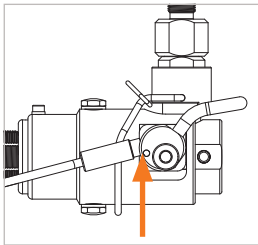

Abbildung 7
- ▶ Drücken Sie die Arretierung (Pos. 8) nach oben (*Abbildung 7*).